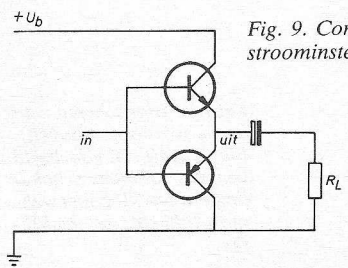
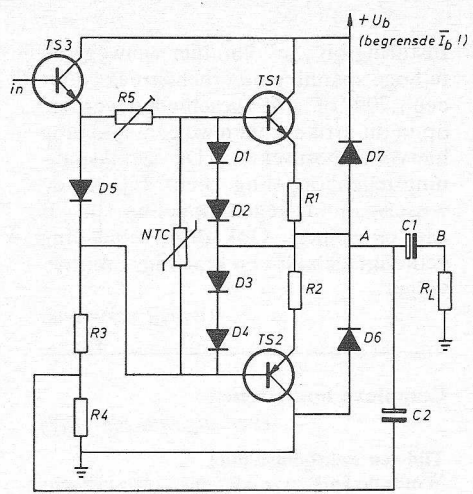
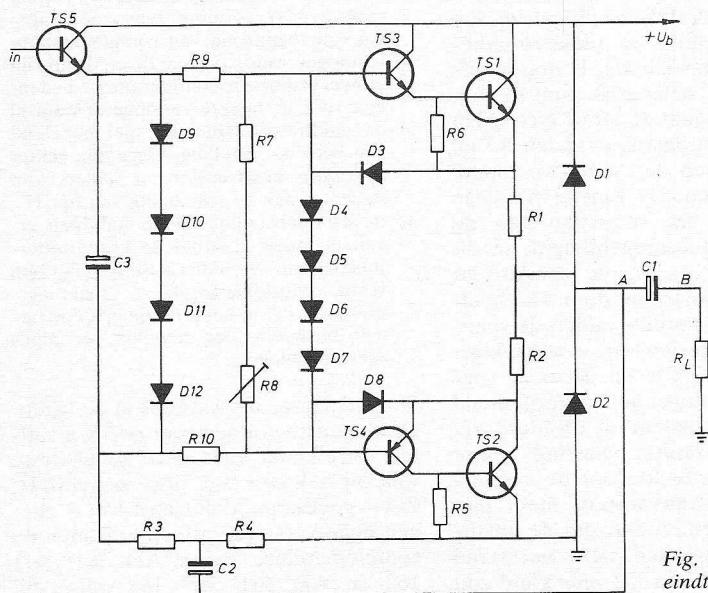

Fig. 9. Complementaire trap zonder nulstroominstelling.
Fig. 11. Complementaire eindtrap met nulstroominstelling, piekstroombeveiliging en beveiliging tegen opgedrukte spanning.
Fig. 12. Variant op de eindtrap van fig. 11.
insturing erbij (zie ook fig. 1). Daarom zullen wij in het kort enkele in de praktijk voorkomende schakelingen voor dit deel bespreken. Om enige begrippen hierbij te kunnen introduceren gaan wij uit van het schema van fig. 9.
De in fig. 9 afgebeelde schakeling is een zogenaamde complementaire eindtrap zonder nulstroominstelling. De spanning bij „in” is, afgezien van de junctiespanningen van beide transistoren, gelijk aan die bij „uit”. De maximale uitgangswisselspanning is, afhankelijk van de voedingsspanning, verminderd met de minimale spanningen over de beide eindtransistoren (0,5 V...2 V) volgens de formule:
mits uiteraard aan (16) wordt voldaan. Naast deze zeer elementaire beveiligingen moet er tevens voor worden gezorgd, dat de eindtrap tegen opgedrukte spanningpieken wordt beveiligd, hetgeen vrij gemakkelijk is te realiseren door middel van twee dioden. Fig. 9 is ook zeer instructief ten aanzien van het probleem van de cross-over vervorming. Teneinde dit duidelijk te maken denken wij ons een instuurspanning bij „in” van de vorm zoals in fig. 10a. Als u_i de spanningsdrempel van de basis-emitterjunctie van de eindtransistoren voorstelt, dan krijgen wij bij „uit” een spanning zoals in fig. 10b. Inductieve belasting zowel als tegenkoppeling kunnen dan leiden tot nog ernstiger vervorming zoals weergegeven in fig. 10c. Behalve deze cross-over vervorming draagt dit effect ook nog bij tot de zogenaamde intermodulatievervorming, waarbij, indien het ingangssignaal twee frequenties bevat, in het uitgangssignaal behalve harmonischen van deze frequenties ook de verschil en somfrequentie van deze frequenties eventueel ook met hun harmonischen voorkomen.
bereikt door een zekere ruststroom door de eindtrap en door de juiste keuze van de instuurconfiguratie om de voorinstelling zo stabiel mogelijk te houden. Als laatste punt roeren wij dan nog de stroomversterking van de eindtrap aan, om in termen van fig. 9 te spreken: de impedantie die wordt gezien bij „in” dient bij een gegeven uitgangsbelasting zo hoog mogelijk te zijn wat in dit geval neerkomt op een zo groot mogelijke versterkingsfactor van de eindtransistoren. Dit is behalve voor de dimensionering van de stuurtrap van belang voor de intermodulatievervorming.
Onder inachtnaam van de hierboven genoemde problemen gaat de schakeling van fig. 9 er in een praktisch geval uitzien als in fig. 11. Wij zien hier spanningsinsturing door de emittervolger TS3. De eindtransistoren TS1 en TS2 zijn hier germaniumtypen, zodat de nulstroominstelling plaats kan vinden door de combinatie van de instelpotmeter R5 en de siliciumdiode D5. De NTC zorgt voor thermische stabiliteit van de nulstroom. Bij stijgende temperatuur van de eindtransistoren neemt de weerstand af, zodat eveneens de instelstroom door de eindtransistoren afneemt (vooral van belang bij germanium waar gemakkelijk thermische instabiliteit optreedt). De piekstroombeveiliging wordt verzorgd door de combinatie van de weerstanden R1 en R2 en de dioden P1 t/m P4 en werkt als volgt.
Indien de stroom door één der eindtransistoren zo groot wordt, dat de spanningsval over de bijbehorende weerstand, vermeerderd met de basis-emitter-spanning, gelijk wordt aan de som van de junctiespanningen van de twee bijbehorende dioden, dan kan de stroom niet verder meer toenemen. Behalve met een praktische uitvoering van nulstroominstelling en piekstroombeveiliging maken wij in fig. 11 nog kennis met een ander belangrijk punt de z.g. boost-trap, bestaande uit de elco C2 in combinatie met de weerstanden R3 en R4 welke samen de emitterweerstand van TS3 vormen. De functie van deze schakeling is het vergroten van de maximale uitstuurmogelijkheid, in dit geval naar de aard-zijde zonder dat hiervoor de ruststroom door TS3 hoeft toe te nemen. Immers indien de spanning bij A, afgezien van verzadigingspanningen, gelijk is aan ofwel de voedingsspanning ofwel het aardpotentiaal is de uitgangsstroom in absolute zin maximaal (bij ohmse belasting). Deze piekwaarde, gedeeld door de versterking der eindtransistoren, moet dan door R3 vloeien, zodat, om de uitsturing niet te beperken, deze weerstand bij afwezigheid van C2 zeer klein zou
moeten zijn. R4 zou dan moeten vervallen, terwijl de dissipatie in zowel TS3 als R3 zeer groot zou zijn. Nu echter C2 aanwezig is blijft de spanning over R3 ongeveer constant zodat de stroom, die erdoor loopt, ook ongeveer constant is. Hierdoor kan zodanig worden gedimensioneerd, dat de stroom door R3 in rusttoestand, vermenigvuldigd met de minimale stroomversterking van TS2, niet groter hoeft te zijn dan de maximaal gewenste uitgangsstroom (topwaarde). De verhouding tussen R3 en R4 loopt in de praktijk van 2 : 1 tot 3 : 1. Gelijkspanningstegenkoppeling dient op punt A aan te grijpen terwijl de wisselspanningstegenkoppeling i.v.m. eventuele vervorming van de uitgangselco C1 bij voorkeur uitgaat van punt B. De dioden D6 en D7 zijn van een zwaarder type dan D1 t/m D5 en dienen ervoor de eindtrap tegen opgedrukte spanningen te beschermen, waarvan de maximale stroom die der dioden niet te boven gaat. Ondanks de betrekkelijke eenvoud wordt de schakeling van fig. 11 zeer zelden boven 10 watt uitgangsvermogen toegepast. Redenen hiervoor zijn:
- 2e Nulstroominstelling en de stabiliteit ervan zijn mede doordat de basis-emitterjuncties van de eindtransistoren met hun temperatuurafhankelijke spanningsdrempel zich in het stroombepalend circuit bevinden een tamelijk gecompliceerd probleem. Het toepassen van zgn. complementaire darlington's, dat schijnbaar een oplossing van het eerste probleem levert maakt het tweede probleem, mede met het oog op cross-over vervorming, zeer groot. Ingeval van toepassing van complementaire vermogenstransistoren in de eindtrap zijn er heel wat betere configuraties te bedenken voor de hogere vermogens, waarbij de eindtransistorjuncties niet bepalend zijn voor de instelling. Deze zijn echter wezenlijk kostbaarder en anders van structuur dan de schakeling van fig. 11.
uitstek geschikt zijn voor schakelingen als in fig. 11. Voor degenen die wat willen experimenteren met deze schakeling kan worden geadviseerd:
Een schakeling waarbij voornamelijk het eerste bezwaar van de voorafgaande enigszins wordt ondervangen is die welke in fig. 12 is weergegeven. De meeste in de handel zijnde versterkers hebben voor wat betreft de configuratie van de laatste vier transistoren (TS1 t/m TS4) dezelfde schakeling welke de conventionele quasi-complementaire schakeling vormt. De piekstroombeweging welke hier asymmetrisch is, wordt gevormd door de dioden D3 t/m D8 in combinatie met R1 en R2 welke weerstanden niet gelijk zijn. De nulstroominstelling wordt verzorgd door de dioden D9 t/m D12 in combinatie met R7 t/m R10. Teneinde de temperatuurstabiliteit te verbeteren kan R7 een temperatuurgevoelige weerstand zijn (afhankelijk van de plaatsing en de gestelde eisen een PTC of NTC). De elco C3 dient ervoor de nulstroominstelling te stabiliseren en de invloed van de momentele stroomwaarde door TS5 te elimineren. De combinaties TS1-TS3 en TS2-TS4 gedragen zich ruwweg als complementaire transistoren echter
met een hogere versterkingsfactor. In wezen is de schakeling van fig. 11 dus gelijk aan die in fig. 12.
De transistoren TS3 en TS4 moeten complementair zijn, terwijl de transistoren TS1 en TS2 gelijk moeten zijn. Bezwaren van de schakeling in fig. 12 zijn:
2e de eigenlijk nog te geringe stroomversterking waardoor de belasting van TS5, vooral bij kortsluiting, vrij hoog kan worden. Eveneens blijft de noodzakelijke nullast dissipatie in deze transistor vrij hoog. De uitstuurbaarheid is geringer dan die van de schakeling in fig. 11.